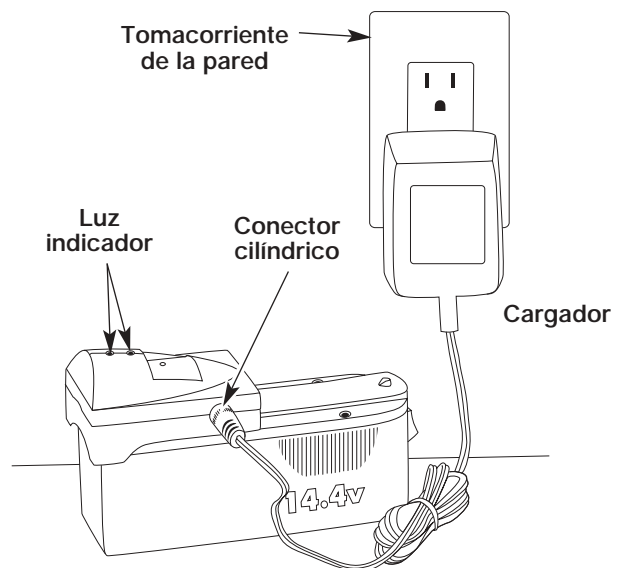

Fig. 3
2. Enchufe el cargador de 14.4 voltios al tomacorriente y su conector cilíndrico a la consola carga (Fig. 3). Verifique que el tomacorriente sea del tipo doméstico normal, o sea de corriente alterna de 120 voltios y 60 Hz.